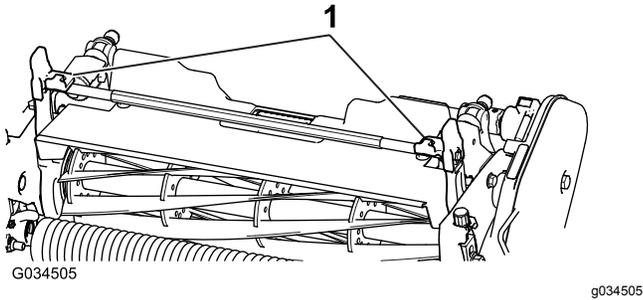
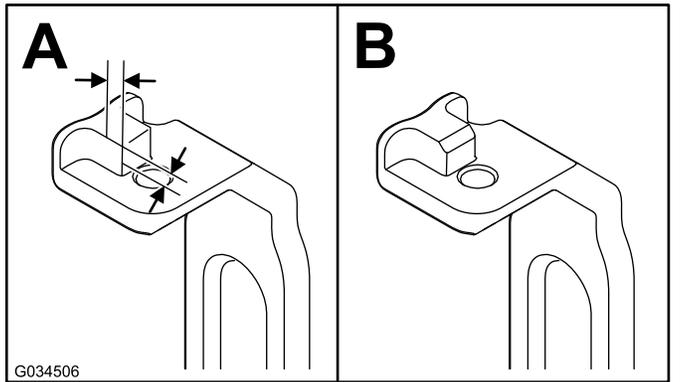

图 3
图 4
2. 找到两个旋转臂图 3 如图 4 所示在凸耳上测量出 2.3mm 对棱角进行打磨。